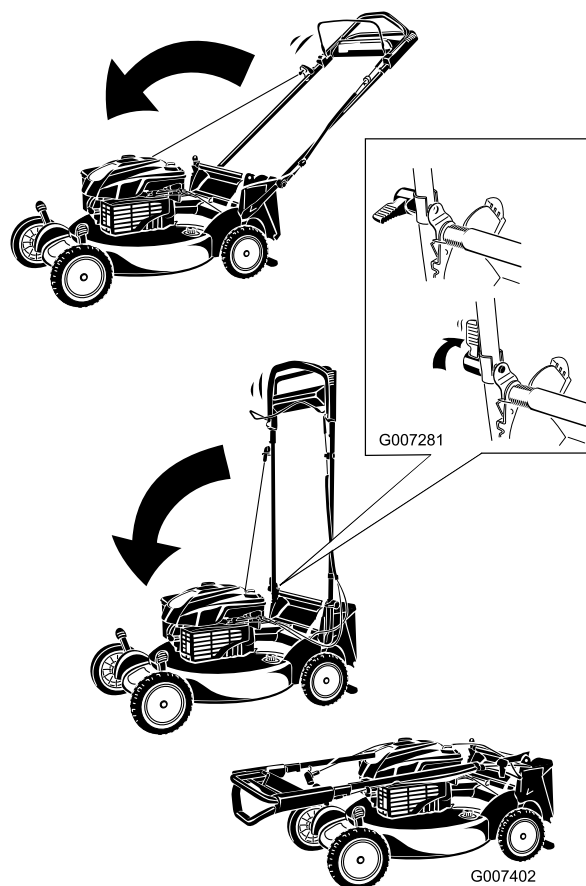

Figura 46
1. Doble el manillar hacia adelante (Figura 46).